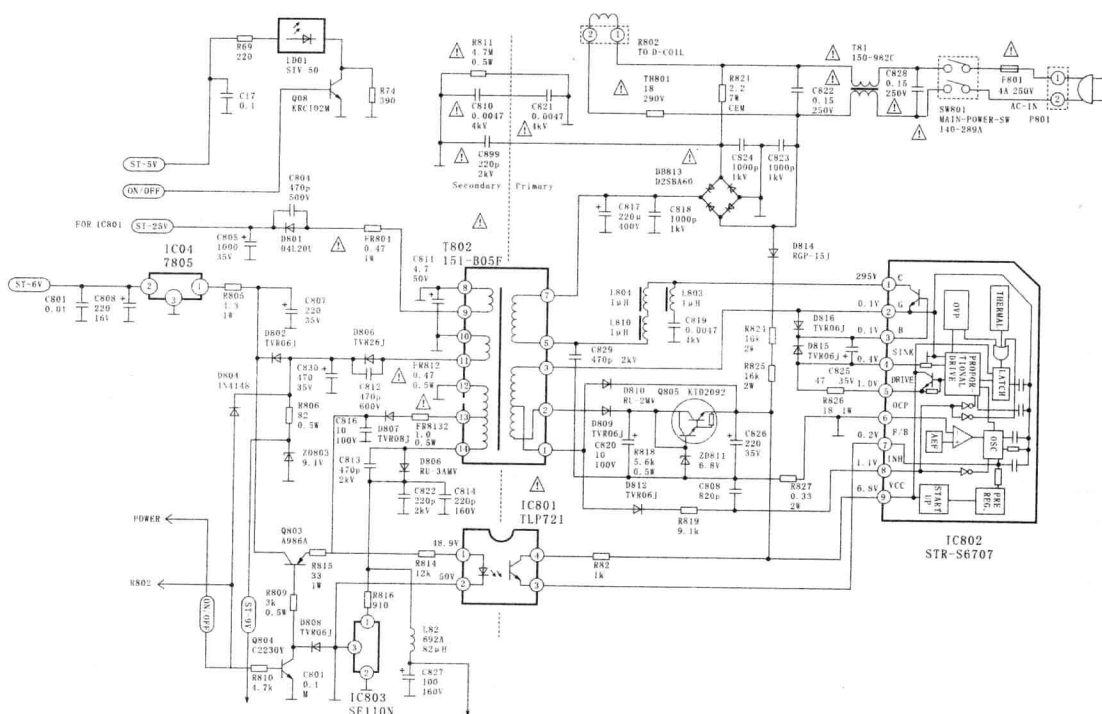

图 1-1 LG CF21D70B 型彩电开关电源电路
工作原理 (图 1-1) 开机后, 交流 220V 电压经线路滤波、桥式整流堆 DB813 整流, 后经电容 C817 滤波获得 300V 直流电压。该电压经开关变压器 T802 的⑦—⑤初级绕组加到集成电路 IC802 (STR-S6707) 的①脚, 为开关管的集电极提供直流工作电压。交流 220V 电压的一端经 D814 整流, R824、R825 降压, 为 IC802 的⑨脚提供启动电压, 并为 IC802 的内部电路供电。开关电源振荡后, 开关变压器 T802 的②脚输出脉冲经 D809 整流、Q805 稳压, 输出直流电压叠加到 IC802 的⑨脚作为正反馈电压, 维持开关电路的振荡状态。